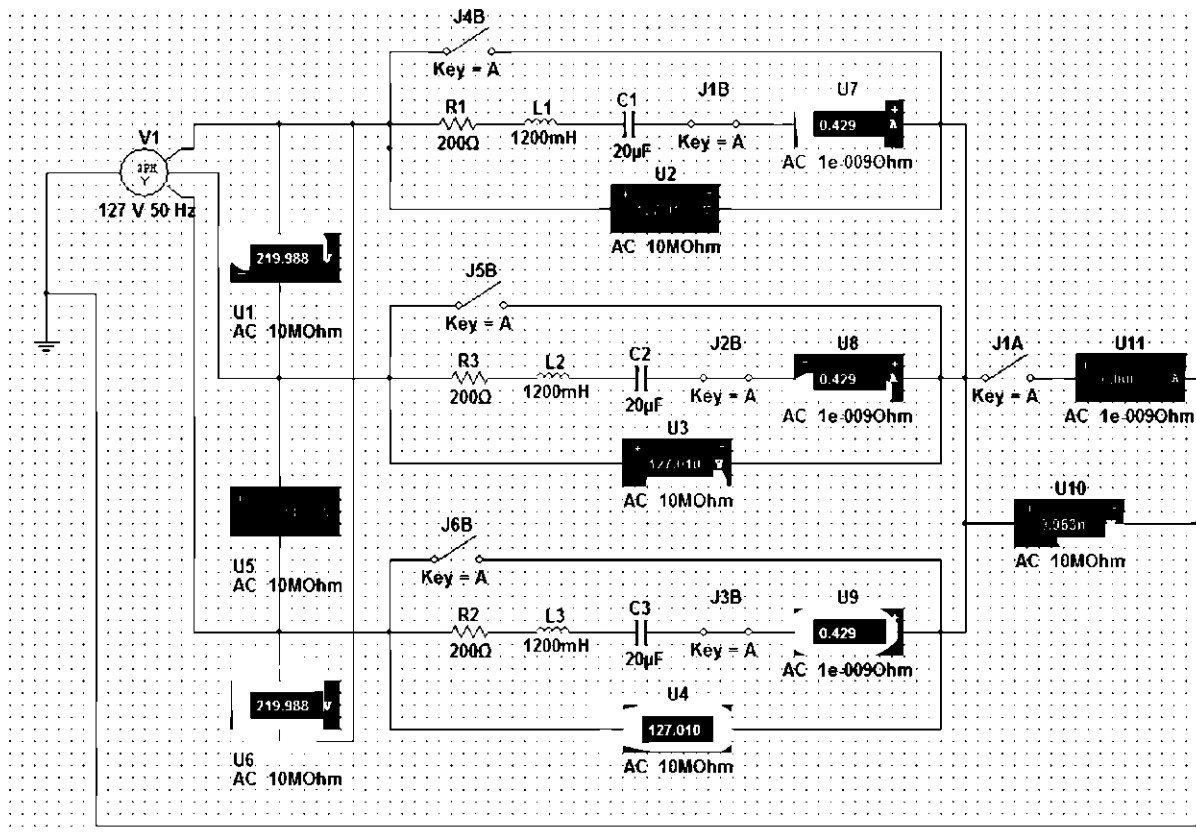

Рис. 5.6.
1. Собрать на рабочем поле экрана электрическую цепь синусоидального тока с соединением фаз приемника по схеме «звезда» (рис. 5.6).
Векторная диаграмма для симметричной нагрузки для случая, рассмотренного на рис. 5.6 (табл. 5.3):